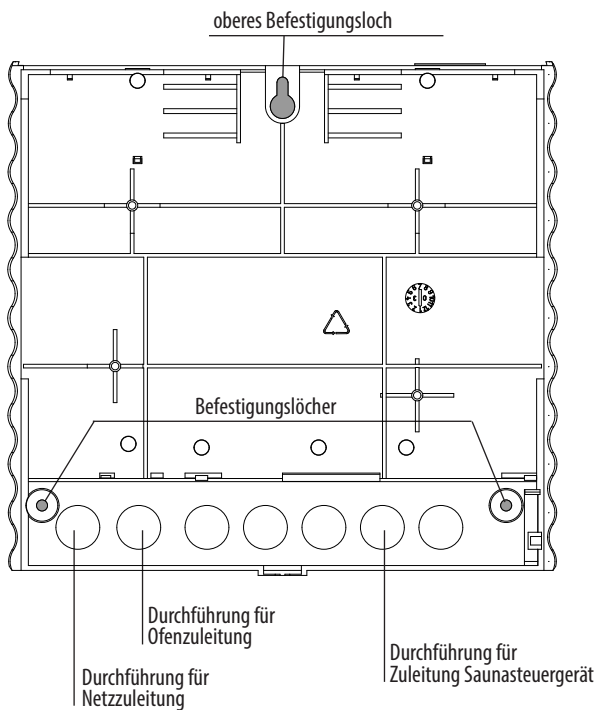

Abb. 5
6. Schrauben Sie das Gehäuseunterteil in den beiden unteren Bohrungen fest an die Kabinenwand. (Abb. 5)